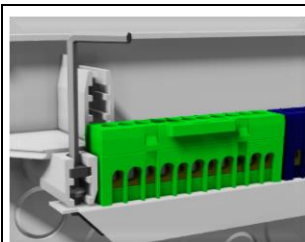

Fig. 1 – Retirez / fixer le support métallique (clé Allen 2,5)
- Pendant l'installation de le coffret, vous pouvez retirer le support métallique (fig. 1), utilise une clé Allen (clé allen 2.5) pour desserrer la vis.
- Pour fixer le support au coffret, gardez les vis fixées au support métallique et insérer dans la boîte (fig. 1).